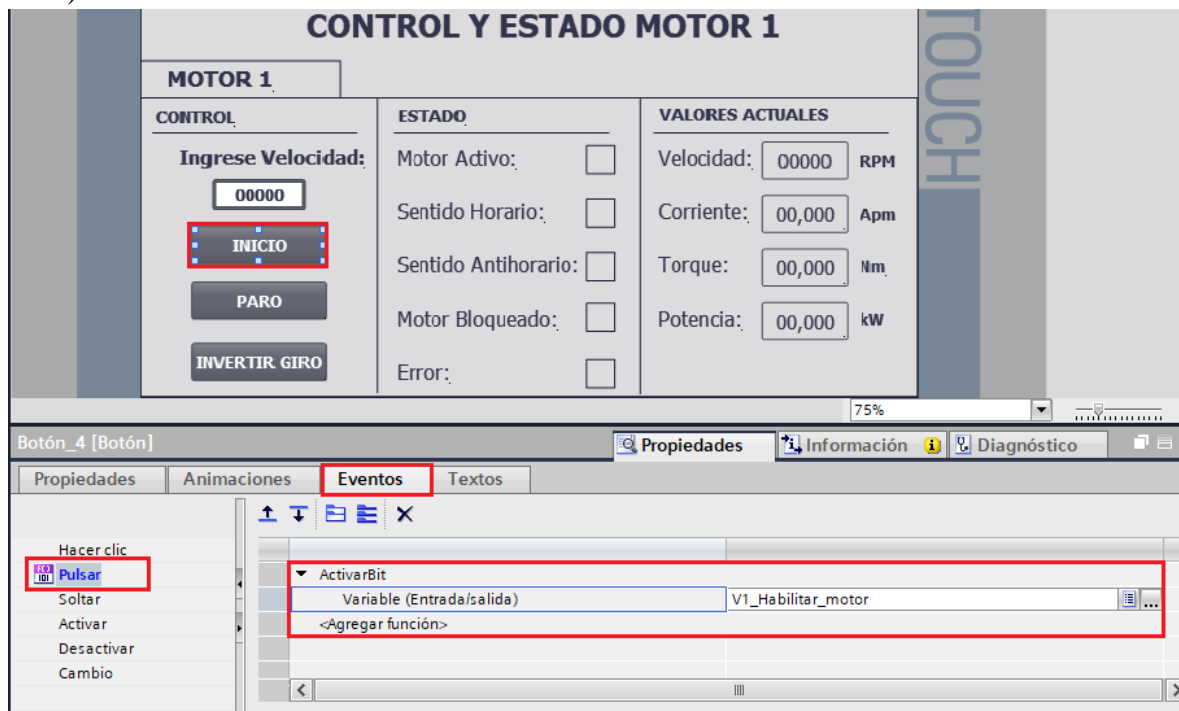

Figura 49. Configuración botón INICIO.
- En “Variable Entrada/Salida” seleccionar la variable del PLC “**V1_Habilitar_motor**” (ver Figura 49).